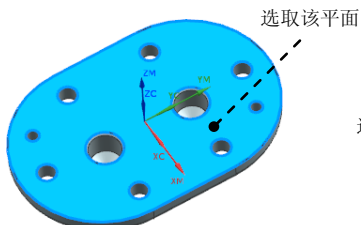

图 19.31 选取面
Step2. 指定顶面。单击“钻”对话框中 **指定顶面** 右侧的  按钮, 系统弹出“顶面”对话框; 在“顶面”对话框中的 **顶面选项** 下拉列表中选择 **面** 选项, 然后选取图 19.31 所示的面; 单击“顶面”对话框中的 **确定** 按钮, 返回“钻”对话框。